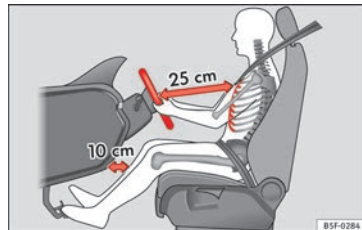

Fig. 77 Distance correcte entre le conducteur et le volant.
- Réglez le volant de sorte que la distance entre celui-ci et votre cage thoracique soit d'au moins 25 cm » fig. 77.
- Réglez le siège du conducteur de manière à laisser une distance minimale de 25 cm entre votre cage thoracique et le centre du volant » fig. 77. Si la distance est inférieure à 25 cm, le système d'airbags peut ne pas vous protéger correctement.